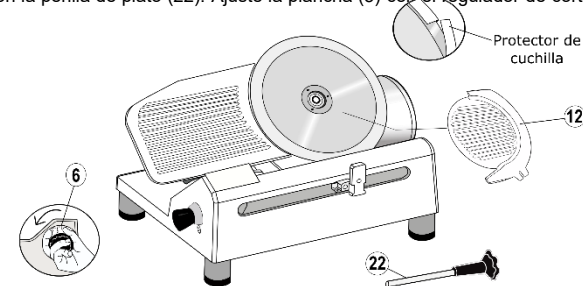

FIG 1. CÓMO QUITAR PROTECTOR DEL DISCO-CUCHILLA
- 1 Caja Afilador (13)
C.- Saque el ensamble de carro. Haga lo mismo con el ensamble de la base (10) levantándolo con la ayuda de otra persona.
E.- Retire el protector plástico de la orilla del disco-cuchilla (5) considerando las siguientes instrucciones (Ver Fig. 1):
- Gire la Perilla reguladora de corte (6) en contra de las manecillas del reloj hasta que se detenga.
- Quite el plato de protección (12) después de desatornillar la perilla del plato (22) ubicada en la parte posterior.
- Una vez que haya retirado el protector del disco-cuchilla, vuelva a colocar el plato de protección (12) y asegúrelo con la perilla de plato (22). Ajuste la plancha (5) con el regulador de corte (6).